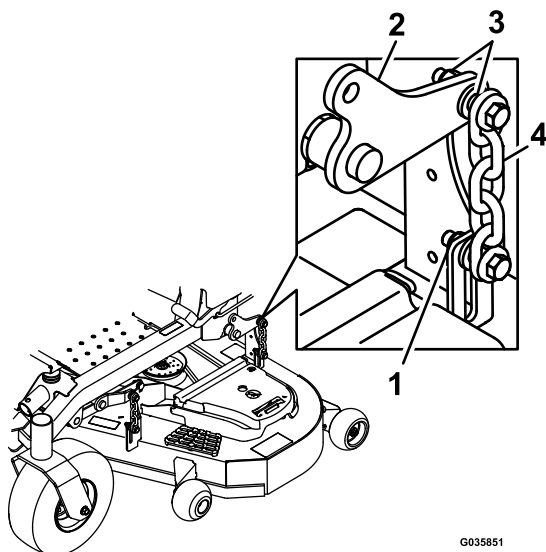

Figura 85
- Slăbii contrapiuliile (Figura 85) din toate cele 4 coluri i asigurăi-vă că puntea mainii de tuns iarba stă fixată în siguranță pe toate cele 4 blocuri.